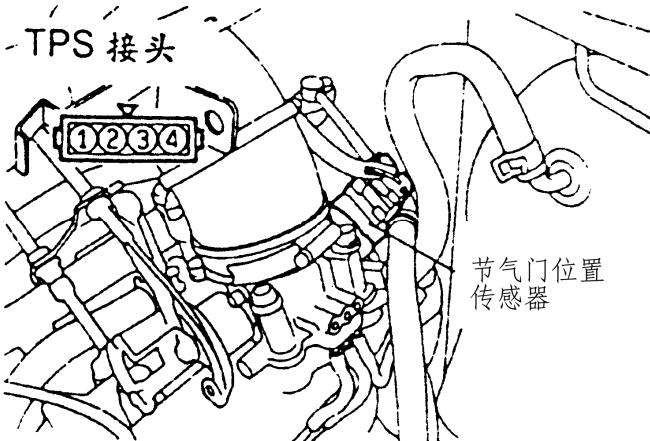

图 3-52 检查节气门位置传感器
(1) 拆开 TPS 接头。
(2) 如图 3-52 所示, 测量 TPS 接头侧 1 号端子与 4 号端子之间的电阻值。该电阻值的标准值为 $3.5\sim6.5 k\Omega$ 。